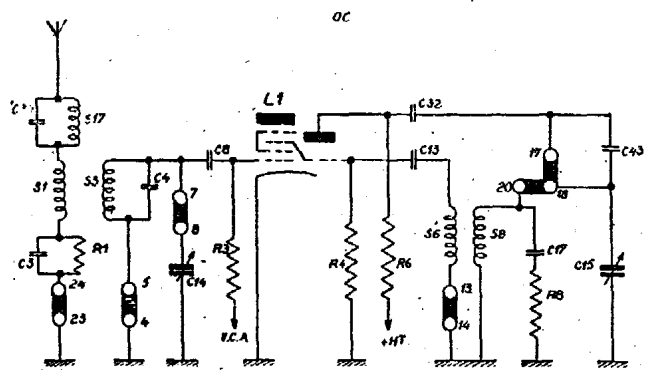

Fig. 1
**GAMME O. C. 1 (figure 1).****Circuit d'accord.**